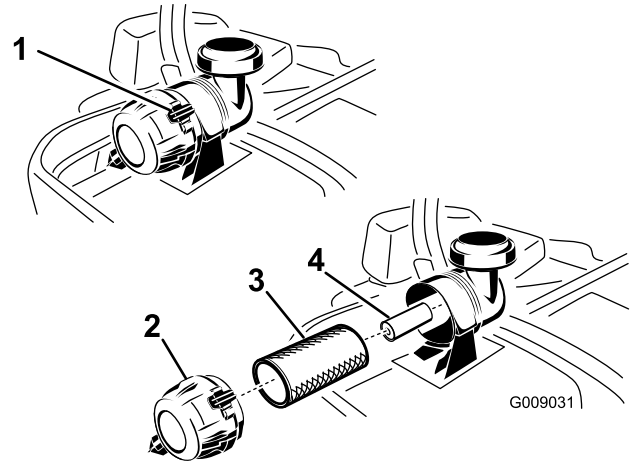

Figura 45
3. Presione hacia abajo para abrir los cierres del limpiador de aire, y tire de la tapa de la entrada de aire para separarla del cuerpo del limpiador de aire (Figura 45).
5. Extraiga con cuidado el filtro primario del cuerpo del limpiador de aire (Figura 45). Evite golpear el filtro contra el lado de la carcasa.
1. No limpie el filtro de papel, cámbielo (Figura 45).
- Si va a cambiar el filtro secundario, deslícelo cuidadosamente en el cuerpo del filtro (Figura 45).
- Deslice cuidadosamente el filtro primario por encima del filtro secundario (Figura 45).
- Instale la tapa del limpiador de aire y gírela hasta que los enganches la bloqueen en su sitio (Figura 45).